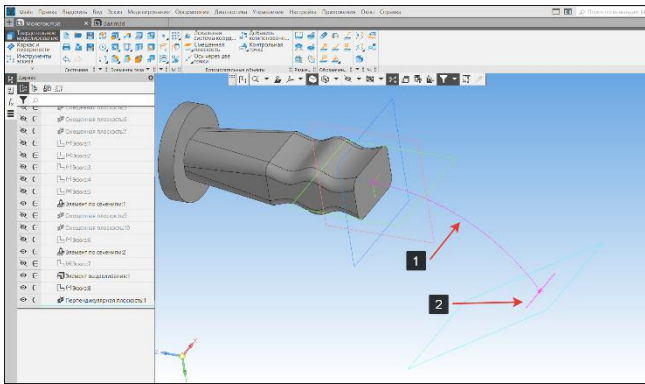

Рисунок 160 – Элементы построения
- После завершения построения эскиза на поле модели розовым цветом отобразится элементы построения: траектория (1) и эскиз (2) (Рисунок 160);